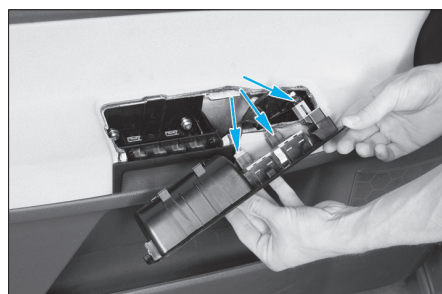

Fig. 54
- Débrancher les connecteurs (Fig.54).